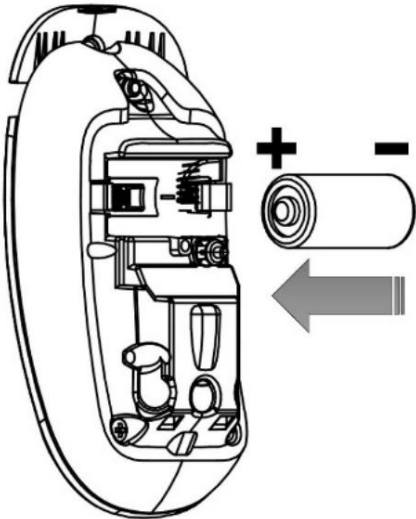

Figura 3
5. Posizionare una batteria come indicato nella Figura 3 e attendere finché il LED rosso smette di lampeggiare.